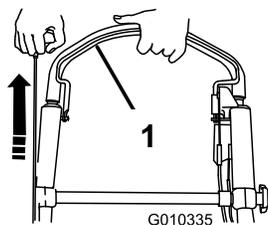

Figura 24
3. Premete e tenete premuta la barra di comando della lama verso la stegola e tirate le maniglia dell'avviatore autoavvolgente (Figura 24).